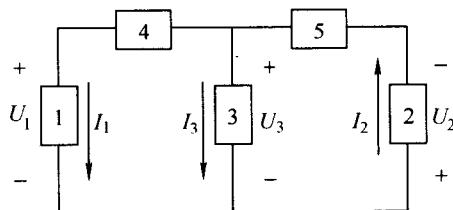

图 1.6 例 1.2 的图
**【例 1.2】** 在图 1.6 中，5 个元件代表电源或负载。电流和电压的参考方向如图所示。今通过实验测量得知： $I_1=-4\text{A}$ ， $I_2=6\text{A}$ ， $I_3=10\text{A}$ ， $U_1=140\text{V}$ ， $U_2=-90\text{V}$ ， $U_3=60\text{V}$ ， $U_4=-80\text{V}$ ， $U_5=30\text{V}$ 。
(1) 试标出各电流的实际方向和各电压的实际极性。
- (2) 判断哪些元件是电源? 哪些元件是负载?
(3) 计算各元件的功率, 看电源发出的功率和负载取用的功率是否平衡?